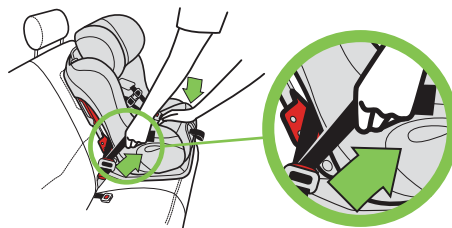

Figura 81
- Presione el centro del asiento de seguridad para oprimir el cojín del asiento del vehículo y tire del extremo del cinturón LATCH a fin de apretarlo, como se ilustra en la **figura 81**.